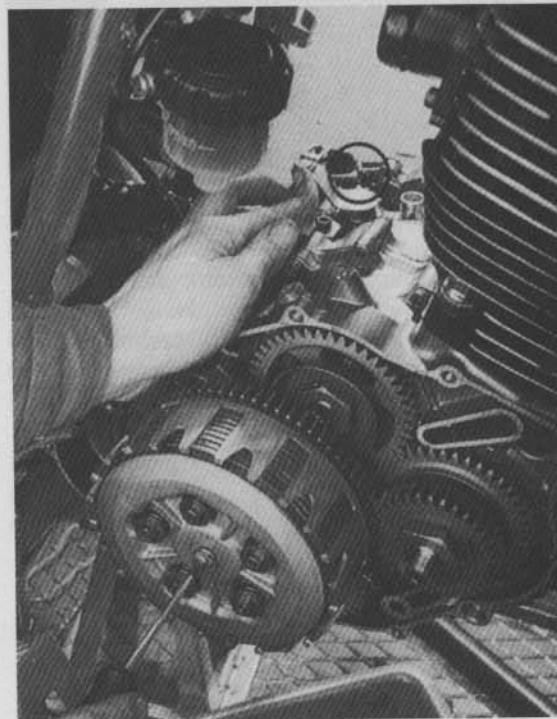

Bild 118
- Spiel zwischen Kupplungsausrückhebel und Druckstange einstellen: Zeiger des Ausrückhebels muss bei Gegendruck (Handkraft) mit Gehäusemarkierung fluchten. Einstellung erfolgt an gekonterter Kreuzschlitzschraube in Kupplungsdruckplatte (Bild 118).